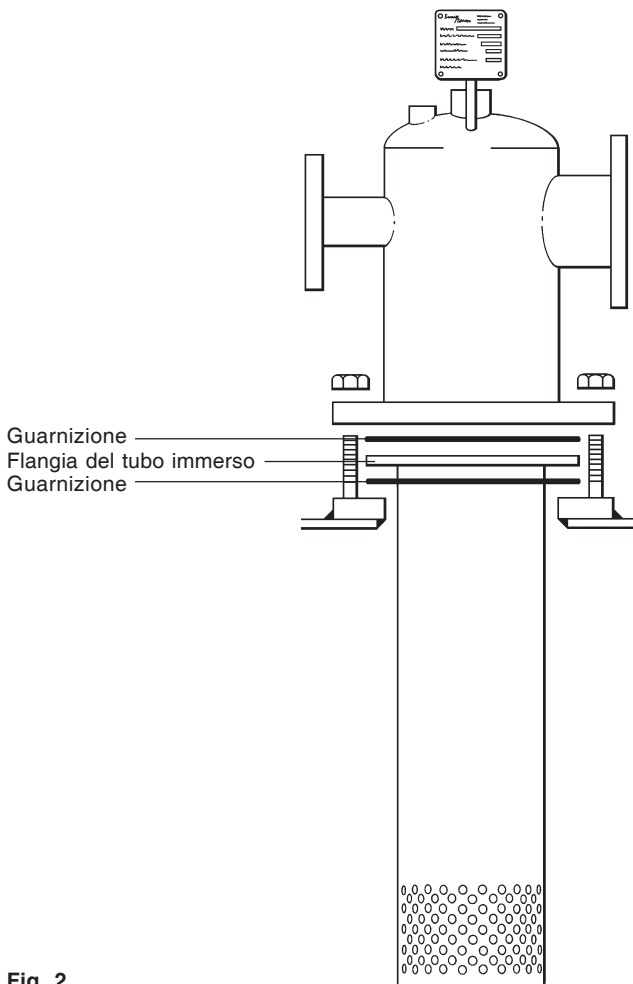

Fig. 2
- Posizionare una guarnizione sulla flangia del serbatoio, entro la circonferenza dei prigionieri (Fig. 2).